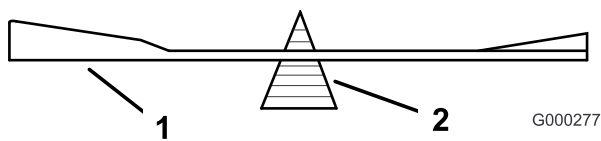
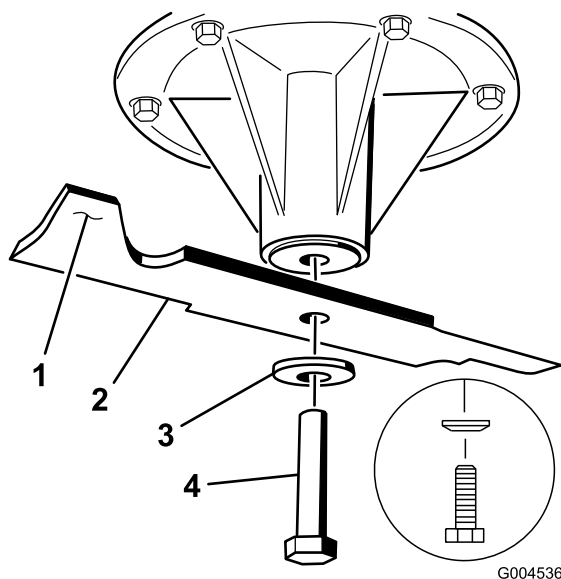

Figure 96
Figure 97
2. Vérifiez l'équilibre de la lame en la plaçant sur un équilibreur (Figure 96). Si la lame reste horizontale, elle est équilibrée et peut être utilisée. Si la lame est déséquilibrée, limez un peu l'extrémité de la partie relevée seulement (Figure 97). Répétez la procédure jusqu'à ce que la lame soit équilibrée.
1. Placez la lame sur l'axe (Figure 97).
2. Installez la rondelle élastique et le boulon de la lame. Le côté bombé de la rondelle élastique doit être dirigé vers la tête du boulon (Figure 97). Serrez le boulon à un couple de 115 à 150 Nm (85 à 110 pi-lb).